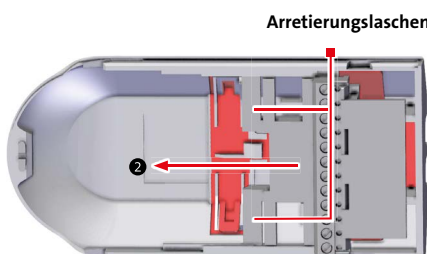

Abb.1 Ausfahren des Schlittens
- Fahren Sie den Schlitten nach unten aus. Drücken Sie dazu die beiden Arretierungsflaschen des Schlittens (siehe Abb. 1).